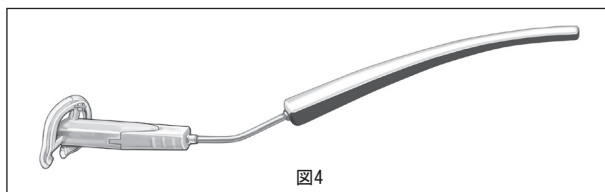

図4
2. ハンドルを曲げるためには、両端を握り徐々に力を加えてステンレス鋼のシャフトを曲げます（図4）。